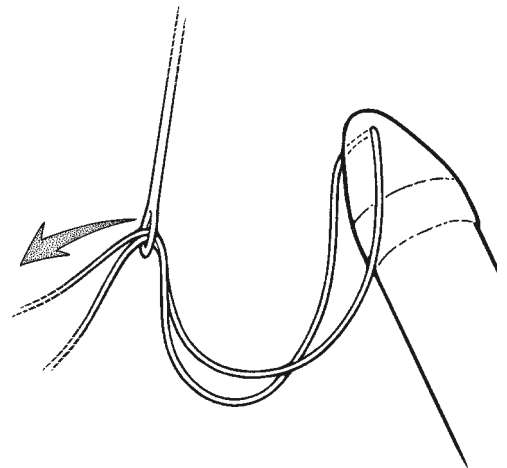

Figura 4-9. Introduzione della sutura di trazione nell'ago Keith
3. Retrarre l'otturatore in posizione "retratta" o "bloccata". Passare entrambe le estremità della sutura di trazione dei cilindri (approssimativamente 10 cm) attraverso la cruna di un ago Keith addominale retto (**Figura 4-9**).